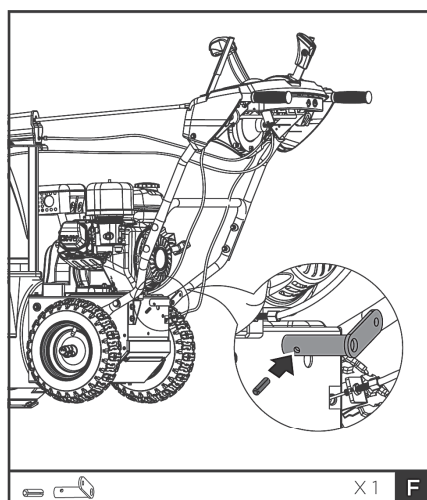

рис. 11
- установите планку на нижнюю часть рукоятки управления, зафиксируйте с одной стороны цилиндрическим штифтом (рис.11);